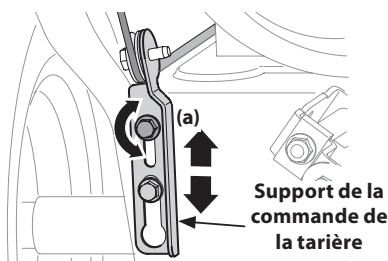

Figure 2-51
7. Pour ajuster à nouveau le câble de commande, desserrez le vis à six pans supérieur (a) du support de la commande de la tarière. Voir Figure 2-51.
8. Redressez le support vers le haut pour obtenir plus de jeu (ou vers le bas pour augmenter la tension). Voir Figure 2-51. Resserrez ensuite le vis à six pans supérieur.